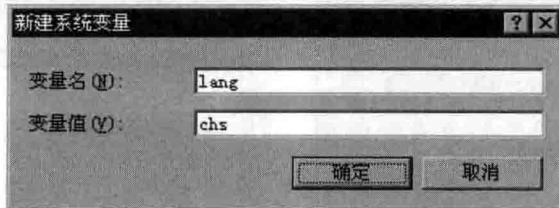

图 1.2.5 “新建系统变量”对话框
步骤 05 在图 1.2.5 所示的“新建系统变量”对话框中，创建 **变量名 (V)** 为 lang、**变量值 (W)** 为 chs 的系统变量。